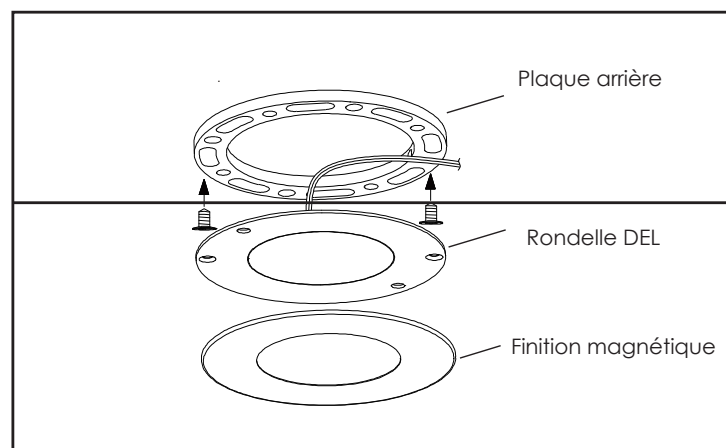

Figure 1
4. Vissez la plaque arrière à l'emplacement déterminé, en utilisant les vis fournies (Fig.1).